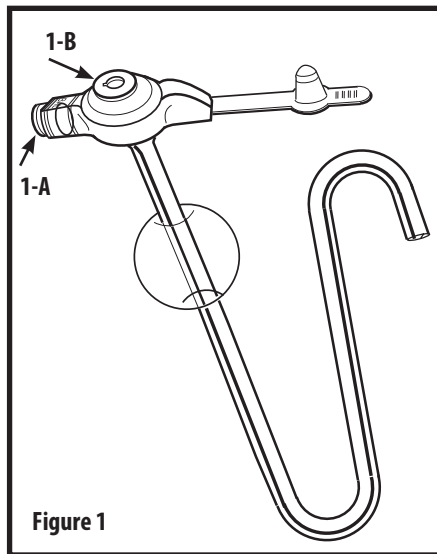

Figure 1
2. Folosind seringă Luer de 6 ml, inclusă în trusă, a se umple balonul, prin orificiul balonului, cu 5 ml de apă sterilă sau distilată. (Fig 1-A)
4. Folosind seringă Luer de 6 ml, a se introduce apă prin orificiul jejunal (Fig 1-B), pentru a verifica funcționalitatea.